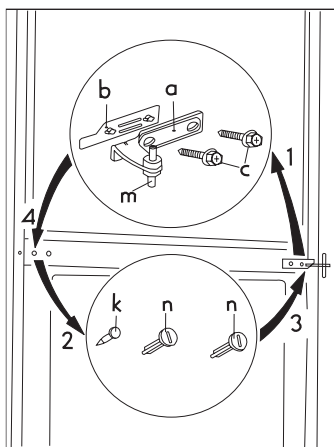

Рис. 3
- Поэтапно снять с корпуса двойной держатель двери (a, b, c). Также не забудьте снять пластиковую распорку (b) под держателем двери (рис. 3).
- Выкрутить левые болты крышки двойного держателя двери (3 штуки, p, k) и переставить их на другую сторону (рис. 3).
- Демонтировать элементы запирания двери (u, v) путем выкручивания винта (s) (рис. 3).
морозильной камеры (рис. 3).